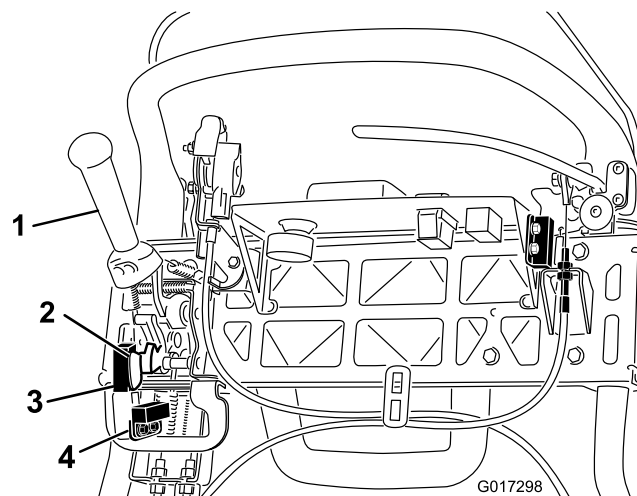

図 39
4. インタロックスイッチを固定しているねじをゆるめる 図 39。
5. 走行レバーとインタロックスイッチとの間に厚さ 1.6mmのすきまゲージをはさむ 図 39。
4. 刈り込みセンサー取り付けねじをゆるめる 図 39。
5. 刈り込みセンサーフラッグとセンサーとの間に厚さ 1.6mmのシムをはさむ 図 39。